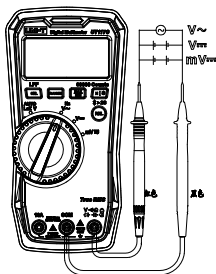

Abbildung 5
1. Automatische AC/DC-Spannungsmessung (Auto-V LoZ) (Abbildung 5)
2. AC/DC-Spannungsmessung (Abbildung 5)
3. AC/DC-mV-Spannungsmessung (Abbildung 5)